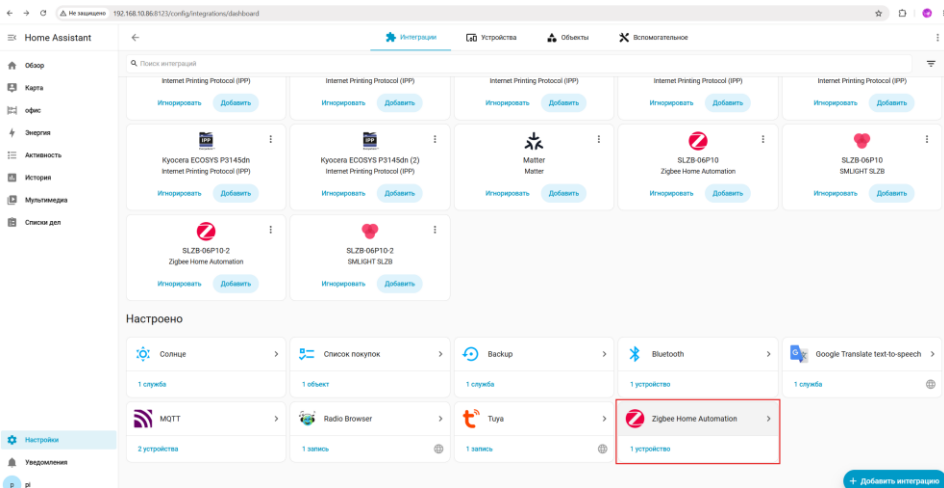

Рис. 3.22. Служба Zigbee Home Automation
1. Переходим в настройки, устройства и службы, опускаемся по странице вниз, находим в разделе “Настроено” службу “Zigbee Home Automation”. Открываем её (рис. 3.22).